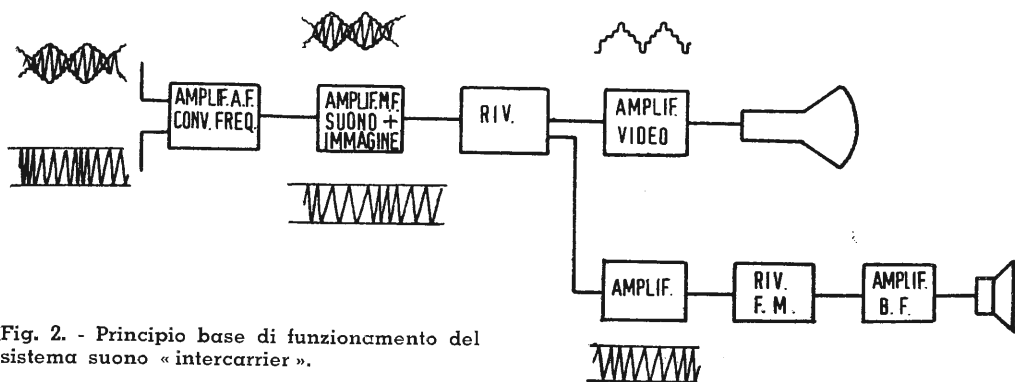
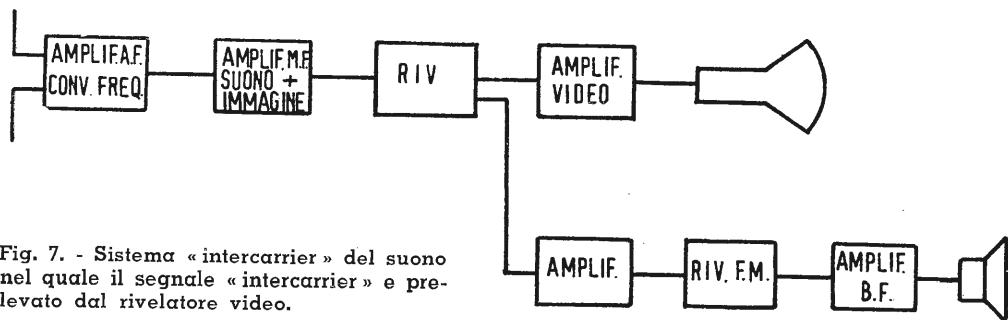

Fig. 2. - Principio base di funzionamento del sistema suono «intercarrier».
Fig. 7. - Sistema «intercarrier» del suono nel quale il segnale «intercarrier» è prelevato dal rivelatore video.
L'ampiezza del segnale che dall'oscillatore viene prelevato può essere regolata agendo sul condensatore semifisso da 25 ÷ 170 pF; si varia in tal modo l'entità dell'azione. Il condensatore in questione è quello che, esaminando la fig. 7, risulta in corrispondenza del foro praticato sullo chassis per il suo comando, sul lato sinistro, verso il fianco del mobile.
Fig. 6. - Interno del mobile prima dell'inserzione dei due chassis. Si noti il caratteristico sistema di collocamento del tubo che, fissato prima ad una piastrina metallica viene poi capovolto, mentre la piastrina è fatta scorrere negli appositi tagli-guida. Dallo zoccolo del tubo si dipartono 5 conduttori (X - X - K - A - B dello schema elettrico) che si uniscono a quelli provenienti dalla bobina di fuoco (C) e dal giogo (deflessione verticale, 4-6) per terminare nello spinotto a passo octal che sarà inserito nella presa ceramica (fig. 2). Si scorge l'altoparlante col suo cordone e spinotto e la molletta di massa tra il tubo e la piastra superiore; da questa un conduttore assicurerà il collegamento elettrico di massa con la gabbia dell'AT (vedi fig. 7). E' molto importante ricordare, prima dell'inserzione della piastra, la rotazione da apportare al giogo (vedi testo).
Fig. 7. - Il televisore è terminato. Innezzati gli spinotti e collocati i fili d'unione tra le morsettiere, innestata la spina-presa dell'interruttore, il clips con ventosa sul tubo e la piastrina d'antenna, l'apparecchio, in questa sede, sarà soggetto solo alla messa a punto del centratore della bobina di fuoco, della trappola ionica ed eventualmente dei compensatori del telaio di sincronismo per i quali sono stati praticati due appositi fori. Saranno regolati naturalmente i bottoni di comando sia frontali che i quattro retrostanti (vedi testo). La taratura, il controllo tensioni ecc. sarà stata fatta prima del collocamento nel mobile secondo quanto detto nel corso dell'articolo.
La fig. 2, mostra un diagramma d'insieme su cui è basata la ricezione del suono «intercarrier». Si nota che non solo il sintonizzatore, ma anche l'intero amplificatore di media frequenza ed il
La terza soluzione, e la migliore, sta nel sacrificare il guadagno addizionale dell'amplificatore video e di prendere il segnale «intercarrier» direttamente dal rivelatore (ved. fig. 7).